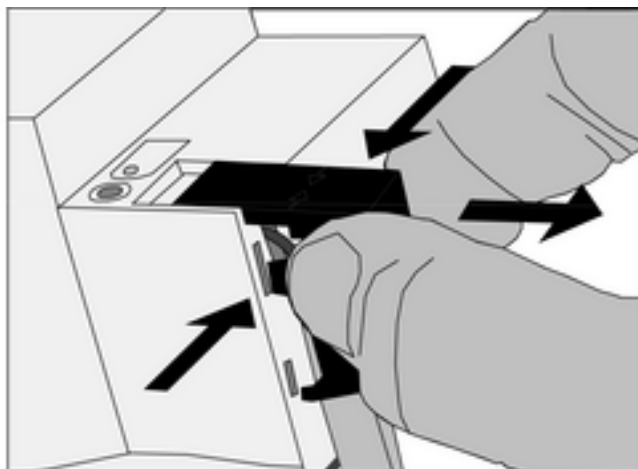

Figura 6: Retirar la tapa
- Presionar la tapa lateralmente y tirar (figura 6).